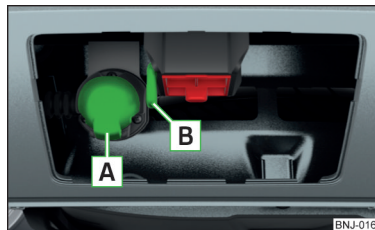

Fig. 141
- Introduceți conectorul cablului remorcii în priză cu 13 poli » fig. 141.
➤ Desprindeți cablul de tractare al remorcii din inelul de siguranță **[B]** » fig. 141.